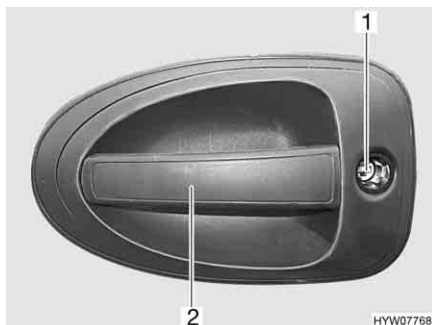

Fig. 34 Serratura della porta di ingresso, lato esterno
- Inserire la chiave nel cilindro della serratura (Fig. 34,1) e ruotare fino a quando la serratura della porta si sblocca.
- Tirare la maniglia della porta (Fig. 34,2). La porta è aperta.
- Inserire la chiave nel cilindro della serratura (Fig. 34,1) e ruotare fino a quando la serratura della porta si blocca.